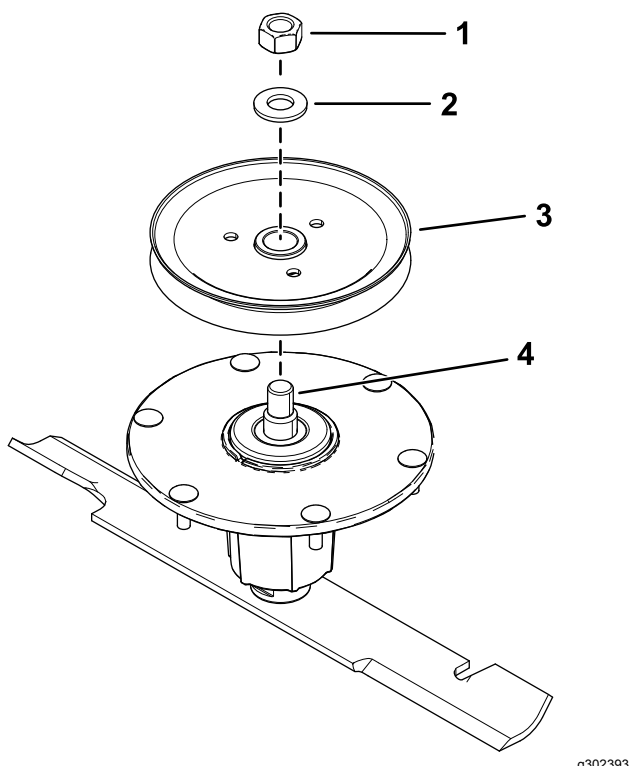

Bild 1
1. Entfernen Sie die obere Mutter, die Unterlegscheibe und die Laufrolle von der Spindel (Bild 1).